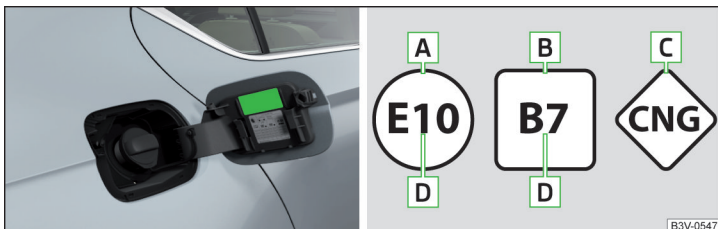

Abb. 311 Aufkleber mit vorgeschriebenem Kraftstoff / Grafische Bezeichnung der Kraftstoffarten
Auf der Innenseite der Tankklappe ist der für Ihr Fahrzeug vorgeschriebene Kraftstoff angegeben » Abb. 311.
**Grafische Bezeichnung der Kraftstoffarten » Abb. 311**
Auf der Innenseite der Tankklappe ist der für das Fahrzeug vorgeschriebene Kraftstoff angegeben » Abb. 311 auf Seite 277.
Auf der Innenseite der Tankklappe ist der für das Fahrzeug vorgeschriebene Kraftstoff angegeben » **Abb. 311 auf Seite 277.**